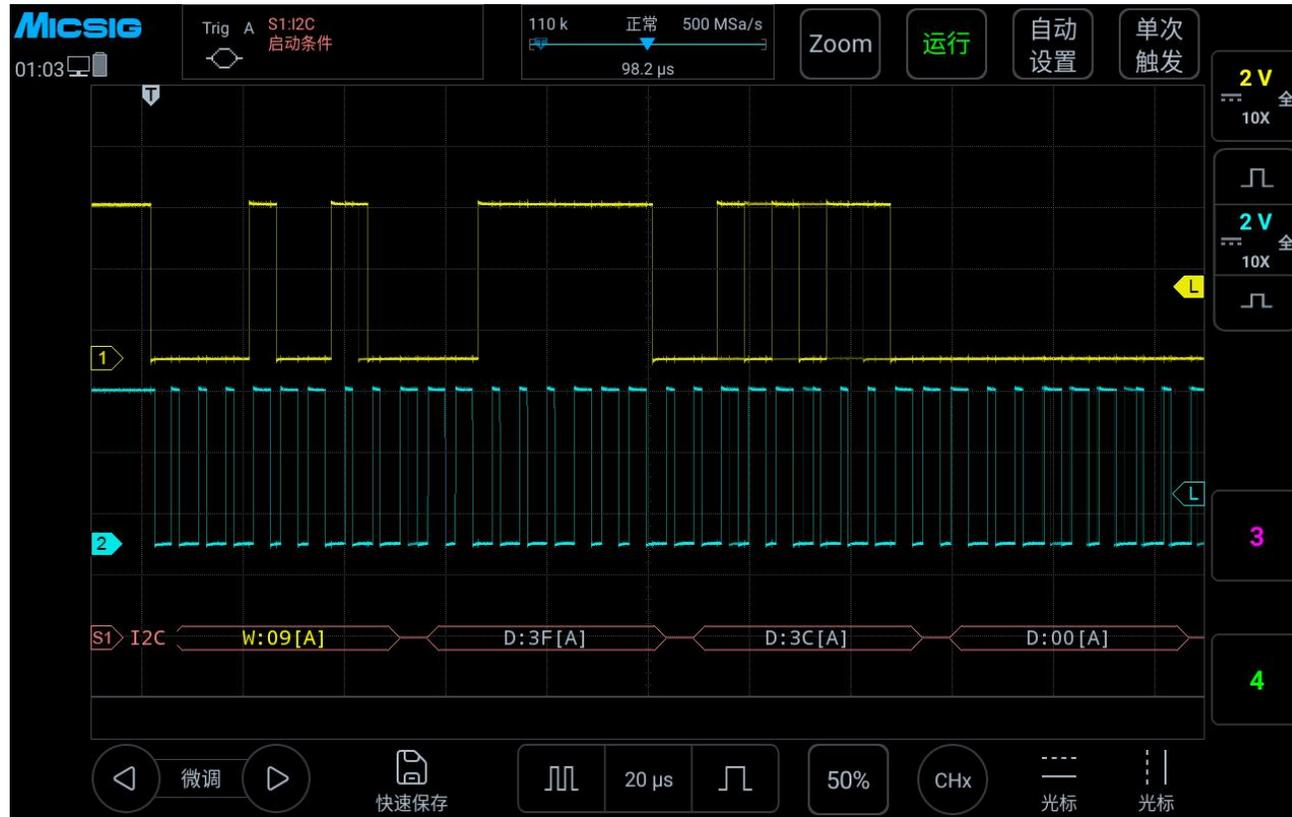

图 12-24 I2C 图形界面
- (1) 轻点 S1 打开解码通道, 再次点击 S1 打开总线配置菜单;
- (2) 选择总线类型为“I2C”, 打开总线设置菜单, 点选时钟 SCL 为 Ch2 通道;
- (3) 打开触发方式配置菜单, 在触摸屏上点选“启动条件”;
- (4) 依据信号幅值设置 2 个通道的阈值电平; I2C 触发图形界面见图 12-24: